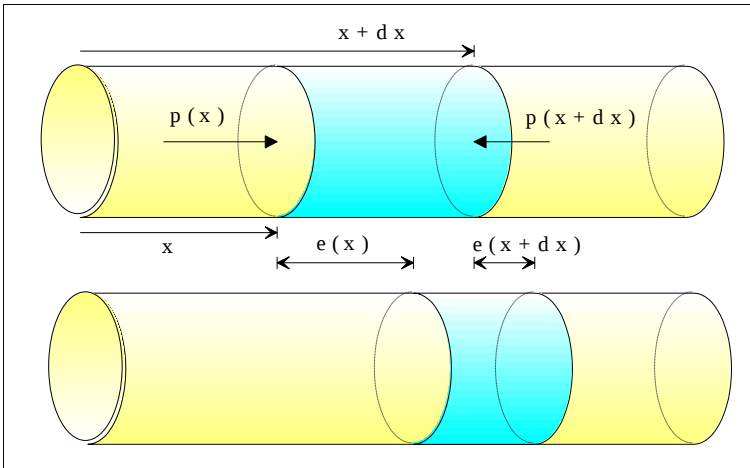

Figura 1. Formarea unei datorită legii forței (legea a 2-a a lui Newton) și elasticității mediului (legea lui Hooke).
lucru care se poate verifica imediat prin derivarea soluției (11) după "x" și "t" și înlocuirea în ecuația (10). Funcțiile f_1 și f_2 sunt arbitrare, forma lor concretă fiind impusă de modul în care se excită mediul. De exemplu dacă punem în mișcare mediul printr-o excitație armonică atunci funcțiile f_1 și f_2 vor fi funcții armonice. Funcția f_1 descrie propagarea perturbației în sensul axei Ox (de la stânga la dreapta pe figură), iar funcția f_2 descrie propagarea perturbației în sens contrar axei Ox (de la dreapta la stânga pe figura 1).